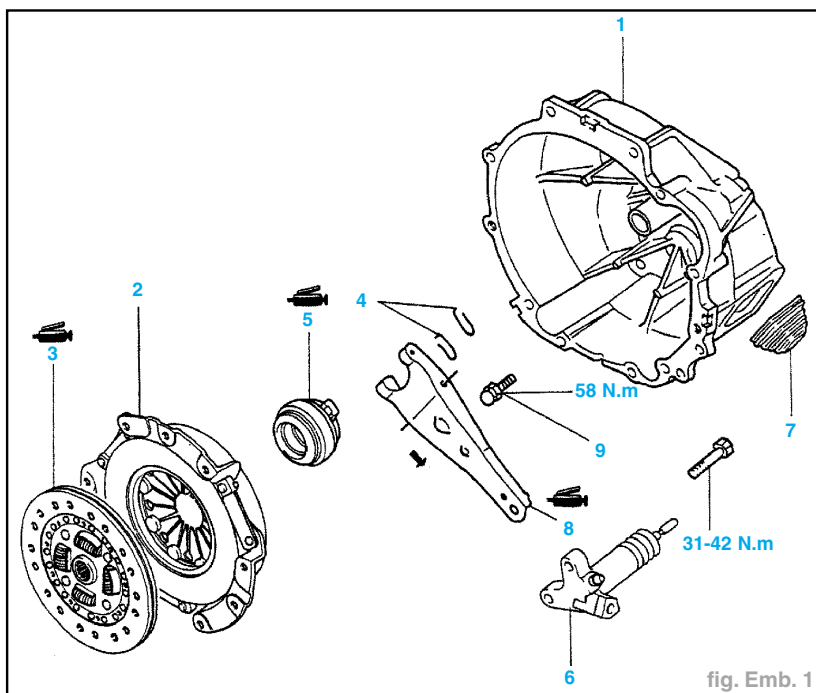

fig. Emb. 1
- Procéder à la dépose dans l'ordre suivant (fig. Emb. 1) :